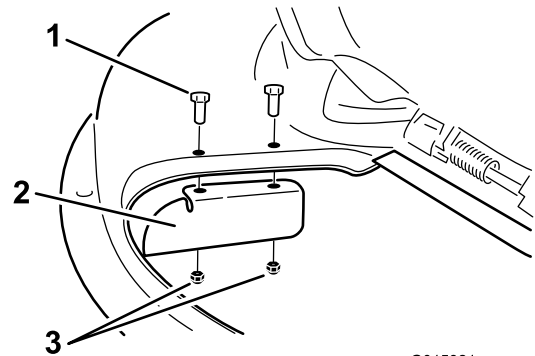

Figure 25
9. Montez le déflecteur d'ouverture sur le plateau de coupe (Figure 25).
3. Enlevez le déflecteur d'ouverture du plateau de coupe (Figure 25).